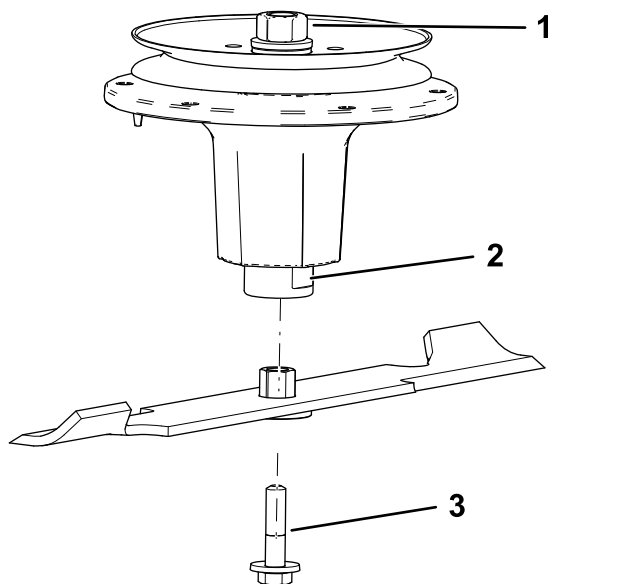

Figura 115
2. Instale el conjunto de buje/cuchilla en el eje (Figura 115).